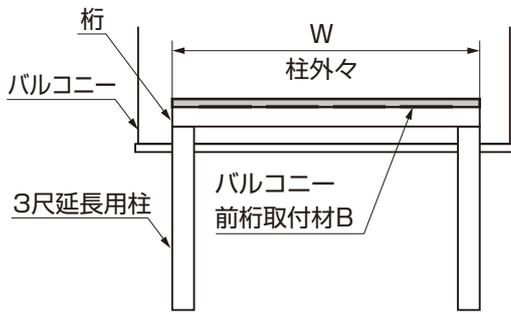
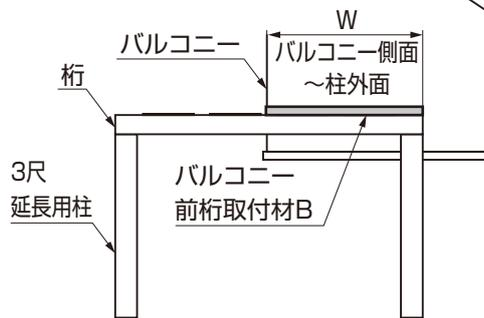

図12-1 [1-A]の場合
図12-2 [1-B]の場合
- ①バルコニー前桁取付材BをW寸法に切断加工してください。(図12-1、図12-2参照)
- ②バルコニー前桁取付材BとCにφ5とφ4.5の穴をあけてください。